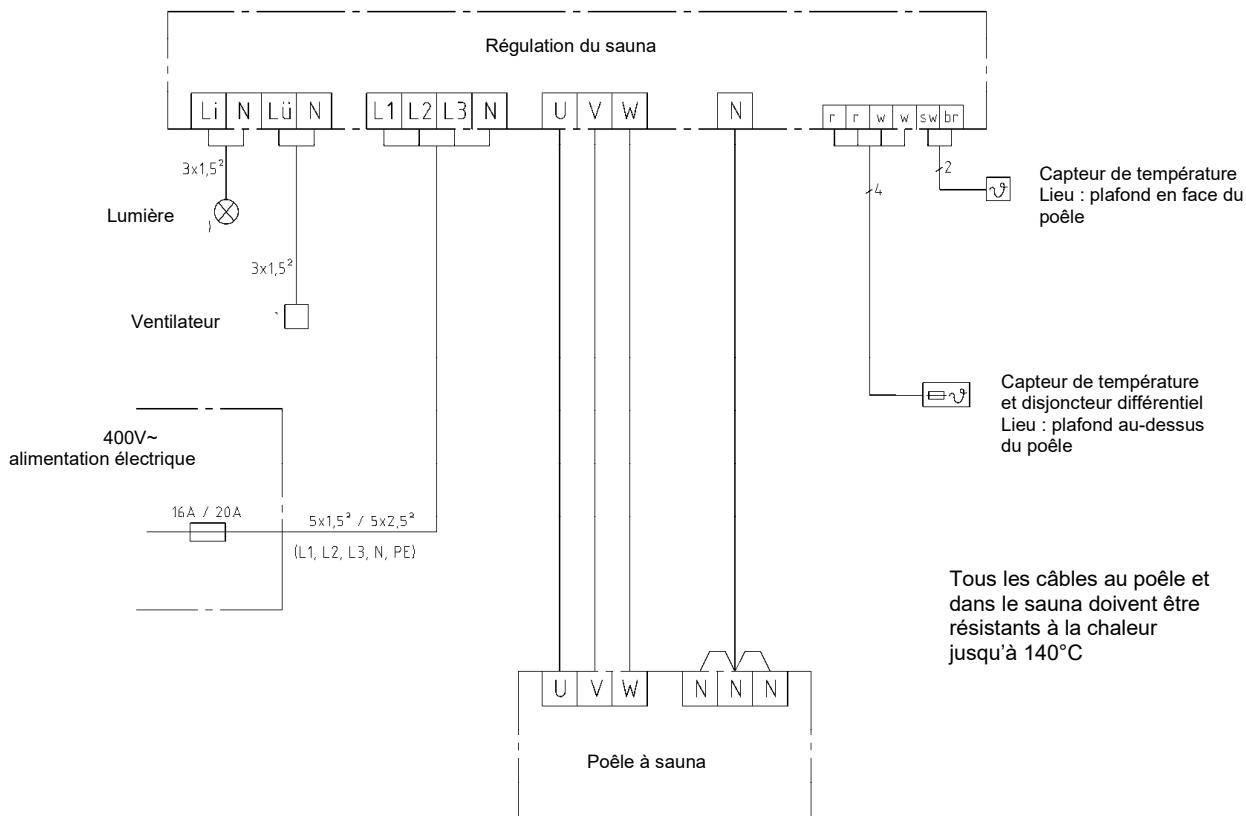

Fig.5
- Défaire le panneau de branchement du poêle à sauna. Pour ce faire, défaire les deux vis à tête cruciforme du bas (voir Fig.5)